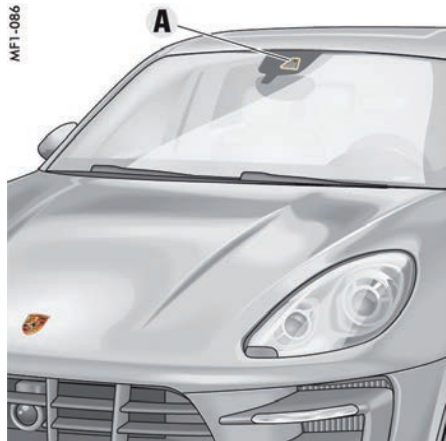

图 40: 内后视镜上的摄像头
车道保持辅助系统执行纠正性的转向干预，在检测到驾驶员意外偏离车道或没有指示就变换车道时，使车辆返回到原车道行驶。该系统还会通过发出警告声并出现警示信息来提醒驾驶员。驾驶员可以随时取消纠正性的转向干预。挡风玻璃（图 40）上的摄像头用于查看车道标记，以便不断重新计算前方道路。
- ▶ 请勿用物体（例如胶贴）阻挡内后视镜的摄像头区域（图 40）。